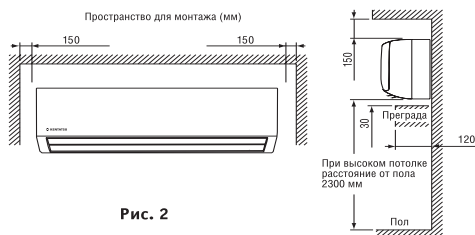

Рис. 2
- Размеры свободного пространства справа и слева от блока приведены на рис. 2.